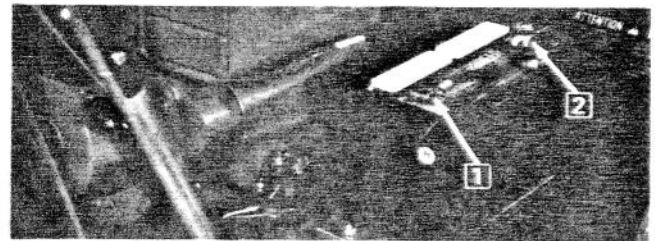

Figure 13
26. Posez la batterie sur la plaque de montage sur la déneigeuse. Les bornes de la batterie doivent être du côté extérieur, et non du côté du réservoir à essence (Fig. 13). Laissez la batterie dépasser d'environ un pouce le bord extérieur de la plaque de montage (Fig. 13).
27. Raccordez la cosse au bout du câble noir de batterie, lequel est mis à la terre par branchement au moteur, à la borne négative (-), celle de plus petit diamètre, de la batterie (Fig. 13). Serrez l'écrou de la cosse. Raccordez ensuite la cosse au bout du câble noir de batterie avec une bande rouge, lequel est raccordé au solénoïde, à la borne positive (+), celle de plus grand diamètre, de la batterie (Fig. 13). Serrez l'écrou de la cosse.
Remarque: Les câbles de la batterie doivent être passés sur et autour de la batterie comme indiqué à la (Fig. 13).